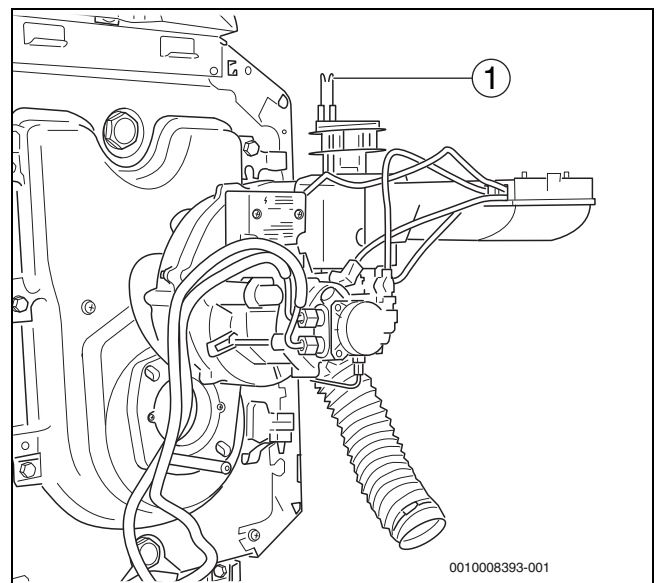

Bild 36 Brenner in Serviceposition aufstecken
- ▶ Brenner in Serviceposition (→Bild 36) aufstecken.